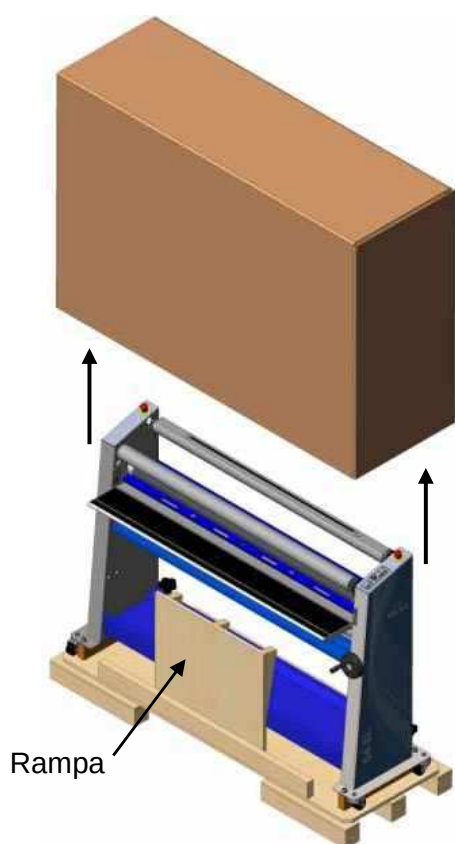

Figura 2
2. In due persone, sollevare lentamente la cassa in verticale oltre l'altezza della macchina (vedere Figura 2).